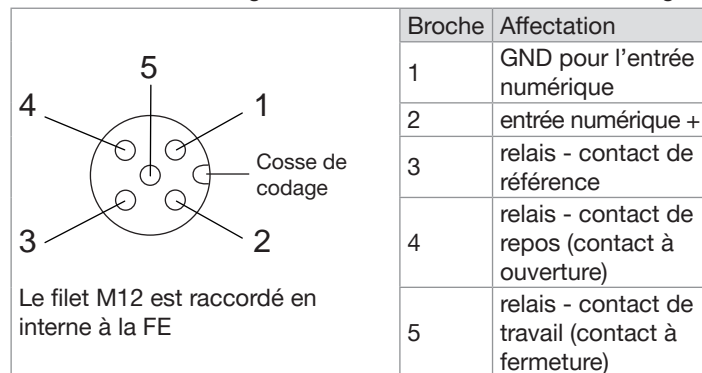

Fig. 19: MFM Analogue, MFC Analogue : affectation des broches, connecteur femelle M12 à 5 broches (codage A)
- Câbler le connecteur mâle homologue selon l'affectation des broches du connecteur femelle M12 de la Fig. 19. Respecter les instructions données par le fabricant du connecteur mâle homologue.